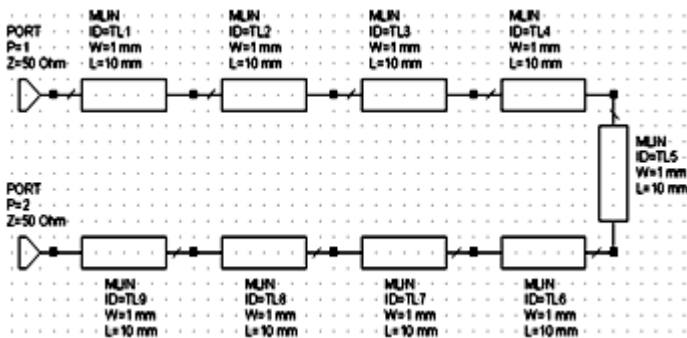

Рис. 3.191
3. Щёлкните по значку **Port** на панели инструментов и подключите порт ко входу схемы. Аналогично подключите порт к выходу схемы. Должна получиться схема, показанная на рис. 3.191.